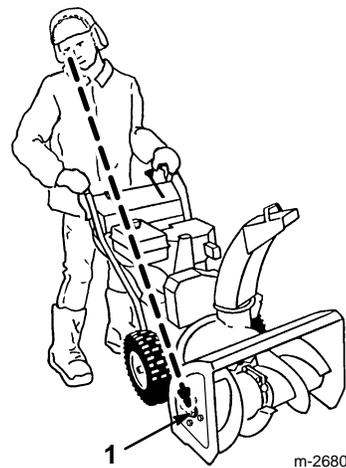

Abbildung 24
11. Darauf achten, daß sich Spindel und Gebläserad nicht drehen, wenn der Betätigungshebel für Spindel/Gebläserad ausgekuppelt ist. Von der Bedienungsposition aus auf die Seite des Spindelgehäuses sehen (Abb. 24). Ein großer Schraubenkopf an der Seite des Spindelgehäuses dreht sich immer mit, wenn Spindel und Gebläserad rotieren (Abb. 24). **Wenn sich Spindel und Gebläserad bei laufendem Motor und ausgekuppeltem Betätigungshebel drehen, muß die Schneefräse sofort gestoppt werden!** Siehe *Einstellung des Antriebsriemens für Spindel/Gebläserad* auf Seite 25. Wenn das Problem weiter besteht, muß die Schneefräse zur Reparatur zu einem Vertragshändler gebracht werden.